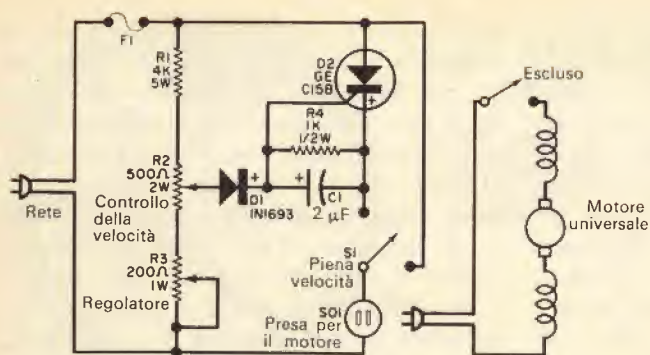

Fig. 3 - In questo semplice circuito per il controllo della velocità viene usato un raddrizzatore controllato al silicio GE C15B.
**Controllo di velocità con raddrizzatore al silicio** - Il circuito riportato nella fig. 3 impiega un raddrizzatore controllato al silicio le cui caratteristiche sono già state descritte in precedenza, nei numeri di febbraio e settembre 1963, di Radiorama.